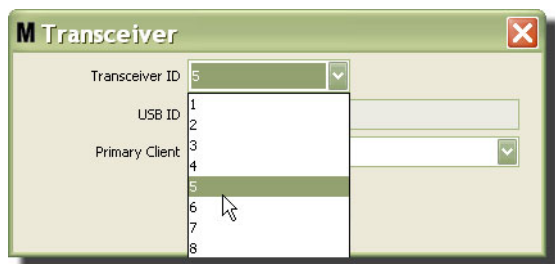

FIG. 89
4. Pour modifier l'identification de l'émetteur-récepteur, cliquez sur la flèche pour afficher le menu déroulant. Dans le menu déroulant, sélectionnez un numéro d'identification d'émetteur-récepteur qui n'est pas déjà utilisé par un autre émetteur-récepteur dans le système (FIG. 89). Cliquez sur "OK" pour fermer la fenêtre et enregistrer les modifications.